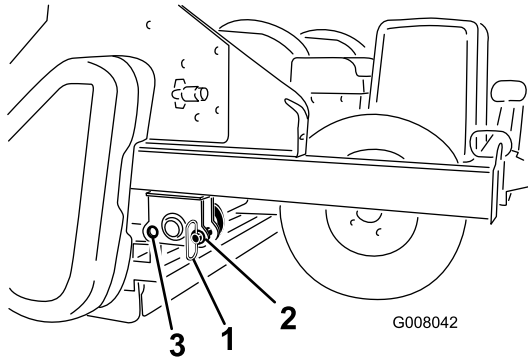

图16
1. 从后孔位置拔出存储销 图16。
3. 将存储销插入前孔位置 图16。